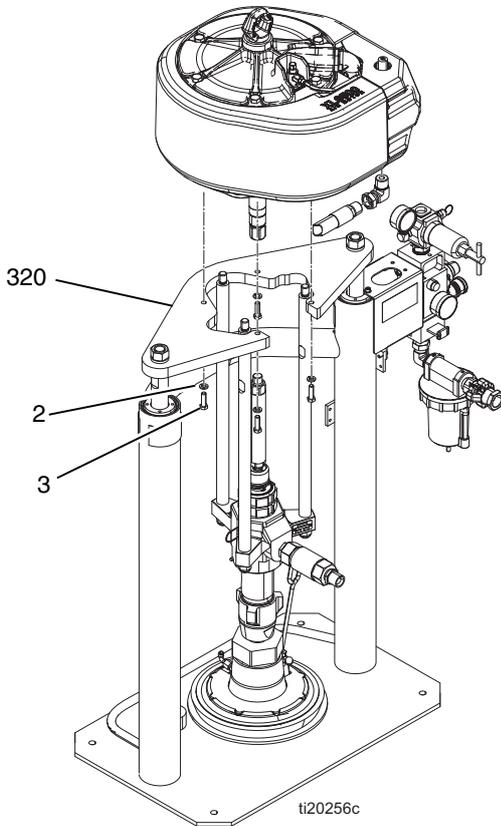

Рис. 17
1. С помощью соответствующего подъемного устройства прикрепите двигатель к монтажной пластине (320) с помощью винтов (3) и шайб (2). См. Рис. 17.
3. Соедините воздушный шланг с фитингом пневматического двигателя (7). См. стр. 22.